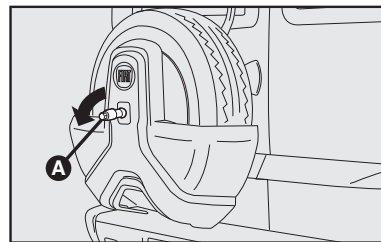

fig. 8
3) Encaixe a chave soquete **A-fig. 8** no mecanismo antifurto. Usando a chave de roda, girando-a no sentido anti-horário conforme a seta-**fig. 8**.